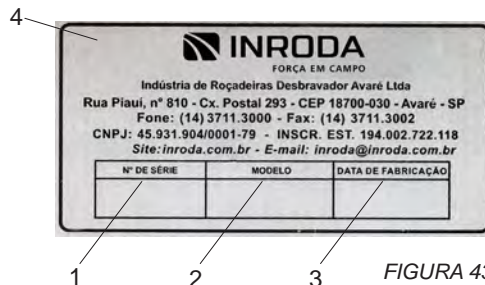

FIGURA 43
Para consultar o catálogo de peças ou solicitar assistência técnica na INRODA, indicar sempre o número de série (1), o modelo (2) e a data de fabricação (3), que se encontra na etiqueta de identificação (4) do equipamento, figura 43.